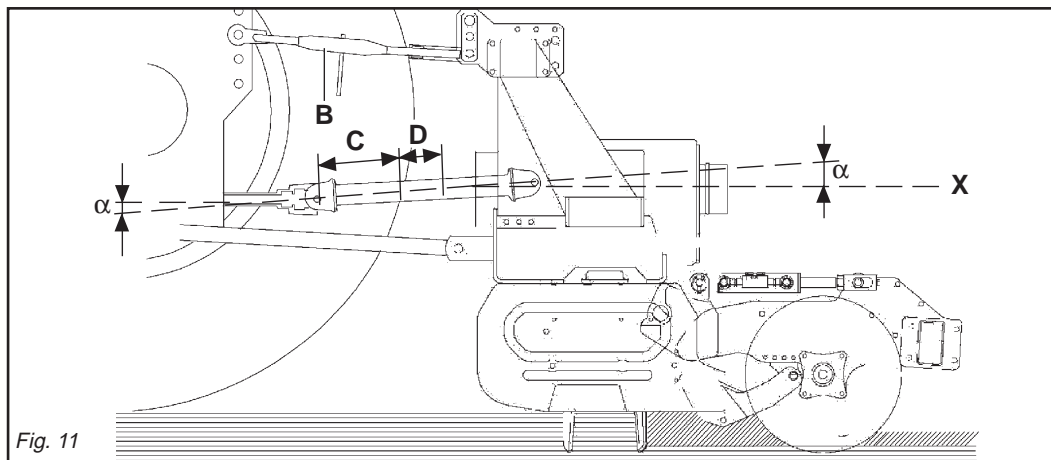
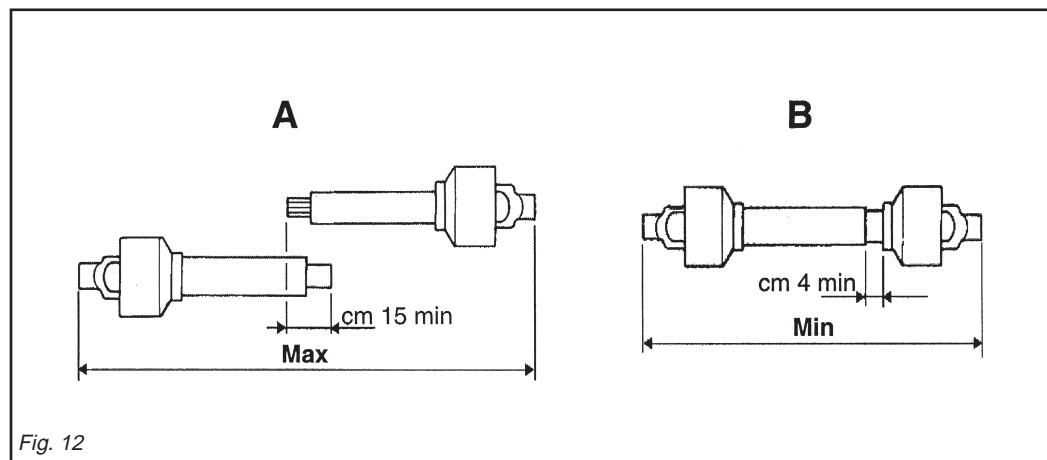

Fig. 11
Fig. 12
L'attacco è corretto quando la macchina è orizzontale in posizione di lavoro. Per fare ciò aumentare o diminuire la lunghezza della barra superiore dell'attacco (B Fig. 11) in modo da portare l'asse (X Fig. 11) della ghiera scanalata della scatola parallela al suolo.
- I due angoli (α Fig. 11) formati dalle assi delle forcelle e l'asse dei tubi scorrevoli saranno uguali e non dovranno superare i 10° .
- La copertura (C Fig. 11) dei tubi scorrevoli deve essere di 15 cm minimo (Fig. 12).
- I due tubi dell'albero di trasmissione a cardano non si devono ricoprire completamente, una corsa di sicurezza (D Fig. 11) di 4 cm minimo deve sussistere.
To achieve this, increase or decrease the length of the top bar of the hitch (B Fig. 11) so as to set the axis (X Fig. 11) of the housing's grooved ring nut parallel to the ground.
- The two angles (α Fig. 11) formed by the fork axes and the axis of the sliding tubes will be equal and must not exceed 10° .
- The sliding tubes (C Fig. 11) must overlap by at least 15 cm (Fig. 12).
- The two tubes of the driveline shaft must not fully overlap. There must always be a safety travel (D Fig. 11) of at least 4 cm.
Um dies zu erhalten, die Länge der oberen Kupplungsstange (B Abb. 11) erhöhen oder verringern, bis die Achse (X Abb. 11) der Keilmutter des Gehäuses parallel zum Boden steht.
- Die beiden Winkel (α Abb. 11), die aus den Achsen der Gabeln und der Achse der Gleitrohre bestehen, müssen gleich groß sein und dürfen auf keinen Fall größer als 10° sein.
- Die Überdeckung (C Abb. 11) der Gleitrohre muss mindestens 15 cm ausmachen (Abb. 12).
- Die beiden Rohre der Gelenkwelle dürfen sich nicht ganz überdecken. Es muss noch einen Sicherheitshub (D Abb. 11) von mindestens 4 cm geben.
Pour obtenir cette condition augmenter ou diminuer la longueur de la barre supérieure de l'attelage (B Fig. 11) de manière à ce que l'axe (X Fig. 11) de la bague cannelée de la boîte soit parallèle au sol.
- Les deux angles (α Fig. 11) formés par les axes des fourches et l'axe des tubes coulissants doivent être identiques et ne doivent pas dépasser 10° .
- La couverture (C Fig. 11) des tubes coulissants doit être au minimum de 15 mm (Fig. 12).
- Les deux tubes de l'arbre de transmission à cardans ne doivent pas se recouvrir complètement, il doit rester une course de sécurité (D Fig. 11) de 4 cm au minimum.
Para ello aumentar o disminuir la longitud de la barra superior del enganche (B Fig. 11) en modo de llevar el eje (X Fig. 11) de la tuerca ranurada de la caja paralela al terreno.
- Los dos ángulos (α Fig. 11) formados por los ejes de las horquillas y el eje de los tubos corredizos serán iguales y deberán superar los 10° .
- La cobertura (C Fig. 11) de los tubos corredizos debe ser como mínimo de 15 cm (Fig. 12).
- Los dos tubos del árbol de transmisión de cardán no se deben cubrir completamente, debe quedar una carrera de seguridad (D Fig. 11) de 4 cm como mínimo.
- Gli angoli (α Fig. 11) dei cardani non devono essere superiori a 40° (Fig. 11). Se non si raggiungono questi due risultati:
Quando l'albero cardanico è sfilato al massimo, i due tubi devono sovrapporsi per almeno 15 cm. Quando esso è inserito al massimo, il gioco minimo consentito deve essere di 4 cm. (Fig. 12).
- *The angles (α Fig. 11) of the drivelines must not exceed 40° (Fig. 11).*
When the cardan shaft is fully extended, the two tubes must overlap by at least 15 cm. When fully inserted, the minimum play must be 4 cm. (Fig. 12).
- Die Winkel (α Abb. 11) der Gelenkwellen dürfen nicht größer als 40° sein (Abb. 11).
Wenn die Gelenkwelle so weit wie möglich auseinandergezogen ist, müssen die beiden Teile sich noch um wenigstens 15 cm überlappen. Wenn die beiden Teile ganz zusammengeschoben sind, muß das kleinstmögliche Spiel 4 cm ausmachen (Abb. 12).
- Les angles (α Fig. 11) des cardans ne doivent pas être supérieurs à 40° (Fig. 11).
Quand l'arbre à cardans est déboîté au maximum, les deux tubes doivent se superposer d'au moins 15 cm. Quand il est entièrement rentré, le jeu minimum admissible doit être de 4 cm. (Fig. 12).
- Los ángulos (α Fig. 11) de los cardanes no deben ser superiores a 40° (Fig. 11). Si no se presentan estas dos condiciones:
Cuando el árbol cardánico está extraído al máximo, los dos tubos deben superponerse por lo menos 15 cm. Cuando está insertado al máximo, el juego mínimo permitido debe ser de 4 cm. (Fig. 12).